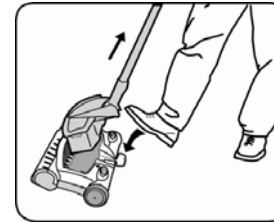

Fig. 9
1. Presione la palanca para destrabar el recipiente de la tierra con su pie. (Fig. 9)